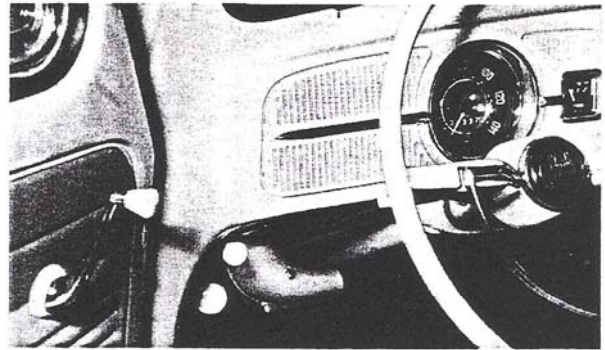

Bild 7
9. Kontrolllampe in den Warmluftausströmer einsetzen. Warmluftausströmer auf den Warmluftaustritt des Gerätes schieben, ausrichten und mit Hutmutter festschrauben. Zugknopf auf die Betätigungsstange aufschrauben (Bild 7).